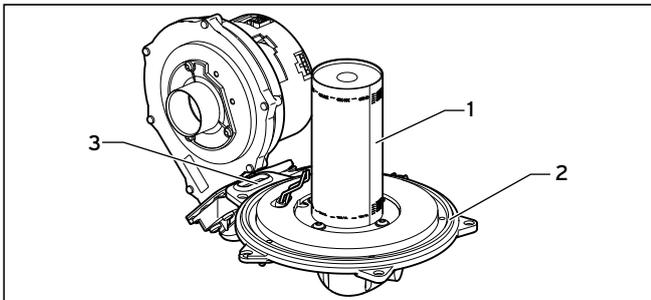

Abb. 8.3 Brenner prüfen
- Erneuern Sie die Dichtungen (2) und (3) in der Brennertür (siehe Abb. 8.3).